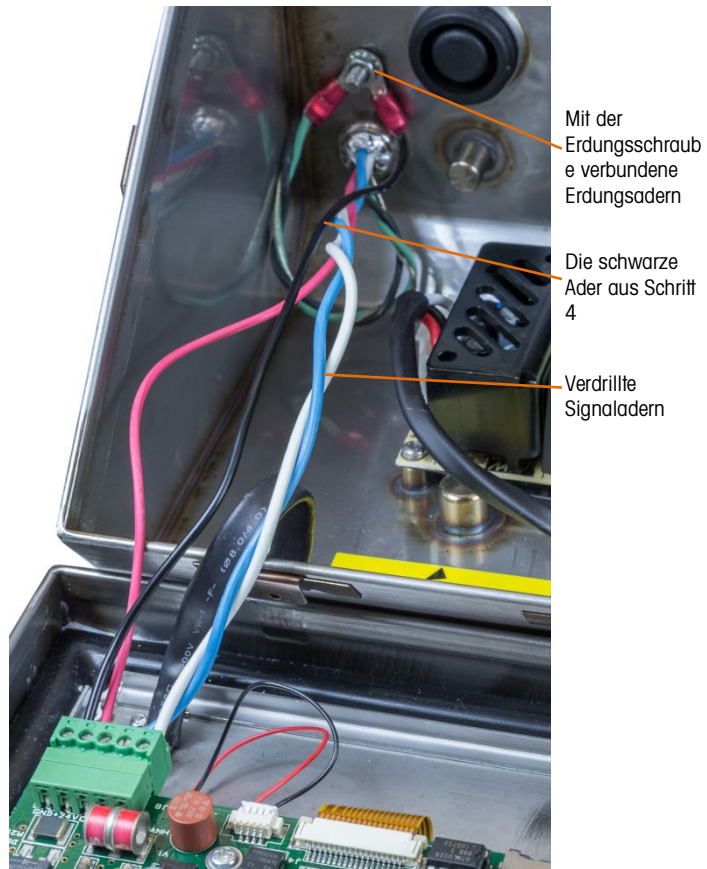

Abbildung A-54: Fertiger Innenanschluss des POWERCELL-Kabels
5. Befestigen Sie beide Kabelschuhe an der Erdungsschraube (siehe Abbildung A-54).
10. Abbildung A-54 zeigt die fertige Verkabelung im Gehäuse des Terminals IND246 POWERCELL.